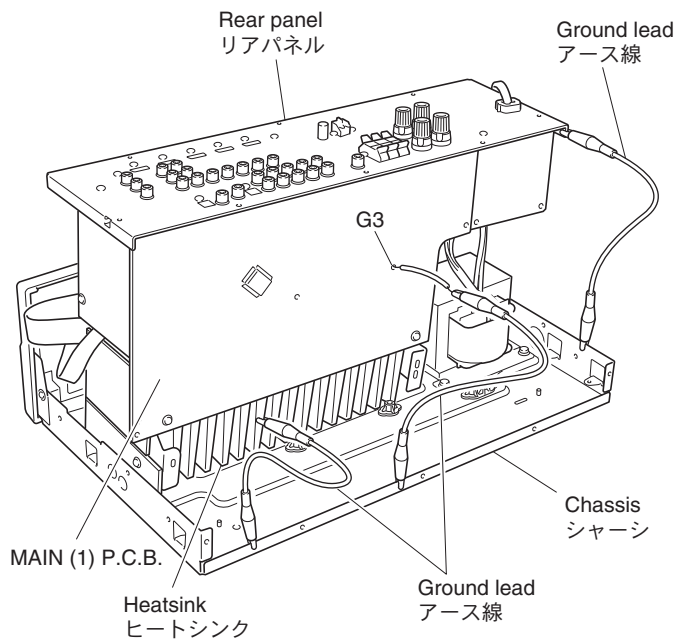

Fig. 6
- Place the P.C.B.s (with rear panel) upright. (Fig. 6)
- Connect the heatsink, rear panel and MAIN (1) P.C.B. (G3) to the chassis with a ground lead. (Fig. 6)
- リアパネルと一緒にP.C.B.を立ち上げて置きます。(Fig. 6)
- ヒートシンク、リアパネル、MAIN (1) P.C.B.のG3のアースをリード線でシャーシに接続してください。(Fig. 6)